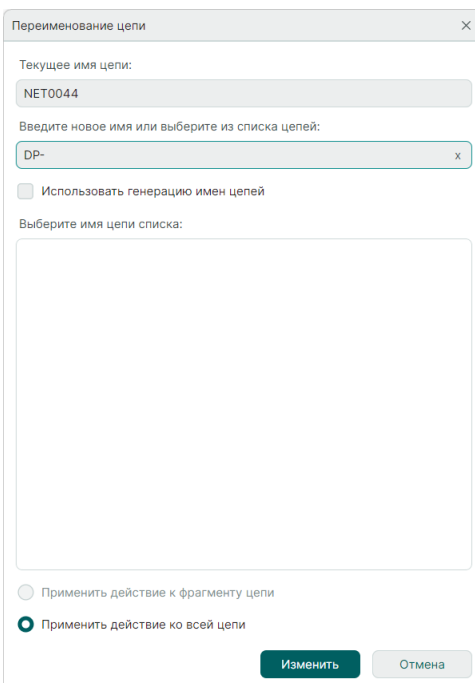

Рис. 137 Переименование второй цепи для создания диффпары
6. В окне «Переименование цепи» в поле «Введите новое имя или выберите из списка цепей» введите имя второй цепи, идентичное первой цепи с суффиксом «-» или «Name_N» в конце имени, см. Рис. 137.